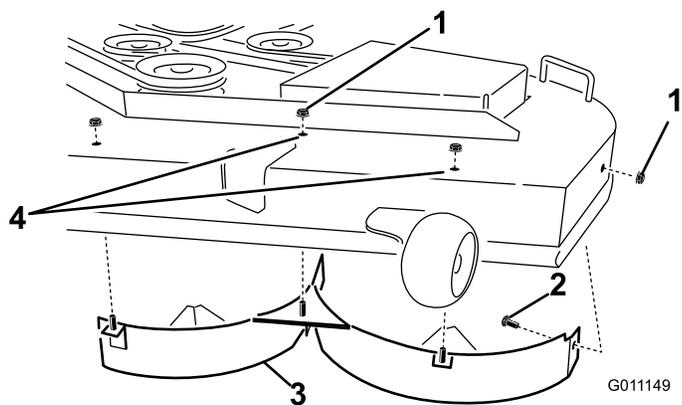

Figure 32
- Retirez les 3 contre-écrous (5/16 po) fixés aux montants soudés du déflecteur gauche au sommet du plateau de coupe, au centre, à gauche du centre et à gauche (Figure 32).
- Sur la paroi latérale du plateau de coupe, retirez le boulon de carrosserie et le contre-écrou qui fixent le déflecteur gauche au plateau (Figure 32).
- Déposez le déflecteur gauche du plateau de coupe (Figure 32).
- Localisez les 2 boulons dans les pièces détachées et insérez-les, avec les contre-écrous existants, dans les trous du plateau de coupe (voir Figure 32) pour éviter la projection de débris.